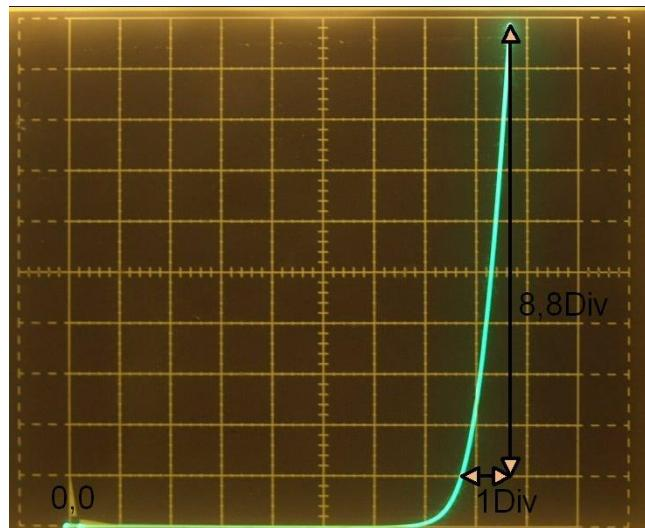

图11. 两极管曲线图形
- 5) 逐渐向右旋转图5中的 VARIABLE COLLECTOR SUPPLY, 这时就可以看到1条绿色的曲线慢慢的在向右向上扩展. 这个就是所谓的两极管的击穿曲线 (图11).